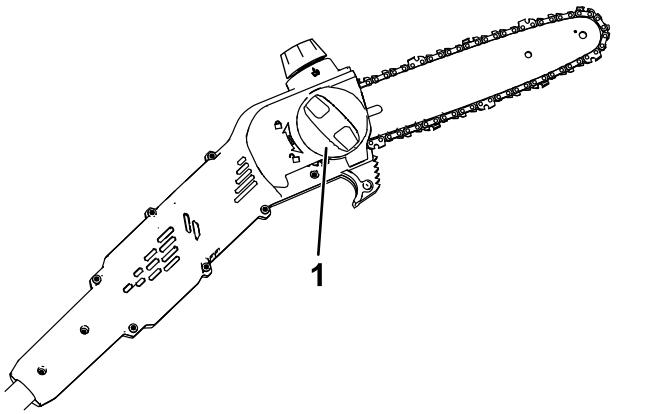
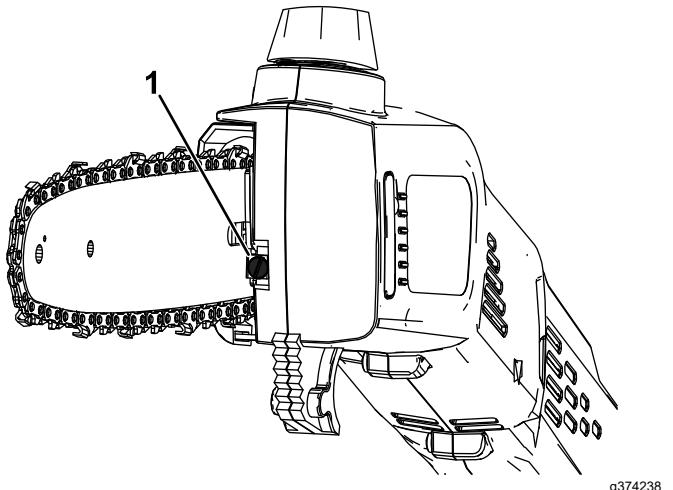

Figura 17
Figura 18
- Gire el pomo de la cubierta de la espada en sentido antihorario para aflojar la cubierta, pero no la retire (Figura 17).
- Ajuste la tensión de la cadena con el tornillo tensor de la cadena (Figura 18) y, a continuación, fije la cubierta lateral a la podadora de altura girando el pomo de la cubierta de la espada en sentido horario antes de comprobar la tensión (Figura 17).
3. Afloje la cadena girando el tornillo de apriete de la cadena en sentido antihorario (Figura 18).